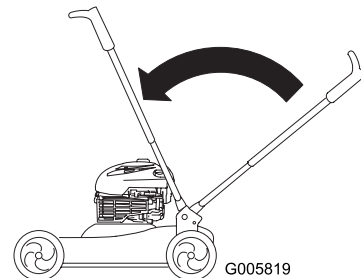

Figure 46
- Relevez le guidon à la position verticale (Figure 46).